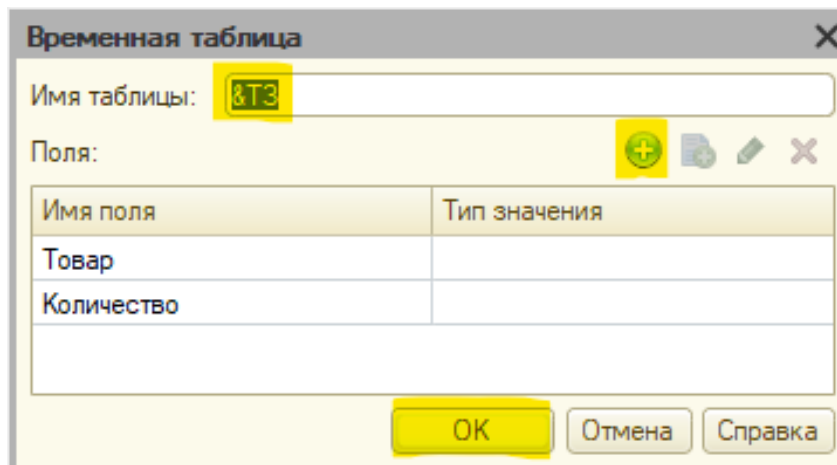

Рис. 5.53. Создание временной таблицы
– вкладка **Таблицы и поля**. Для создания временной таблицы запроса нажимаем на кнопку «Описание временной таблицы». В появившемся окне указываем имя временной таблицы и ее поля, нажимаем на кнопку ОК (рис. 5.53);